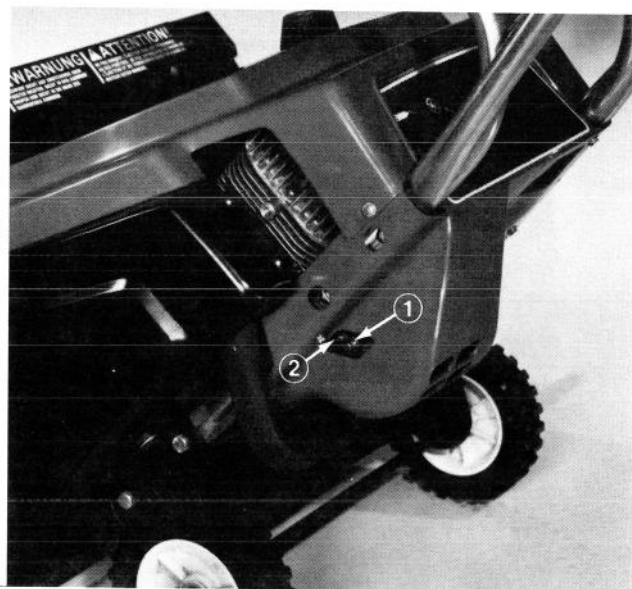

Figure 17
1. Vis de réglage de puissance (Figure 17). Fermez la vis en la tournant doucement à droite jusqu'à ce que vous sentiez une légère résistance au toucher de son siège. Ensuite, dévissez la vis de réglage de puissance de 7/8 de tour dans le sens contraire aux aiguilles d'une montre.
2. Vis de réglage du ralenti (Figure 17).- Serrez la vis en la tournant doucement à droite jusqu'à ce que vous sentiez une légère résistance au toucher de son siège. Ensuite, dévissez d'un tour complet - 360° - à gauche.